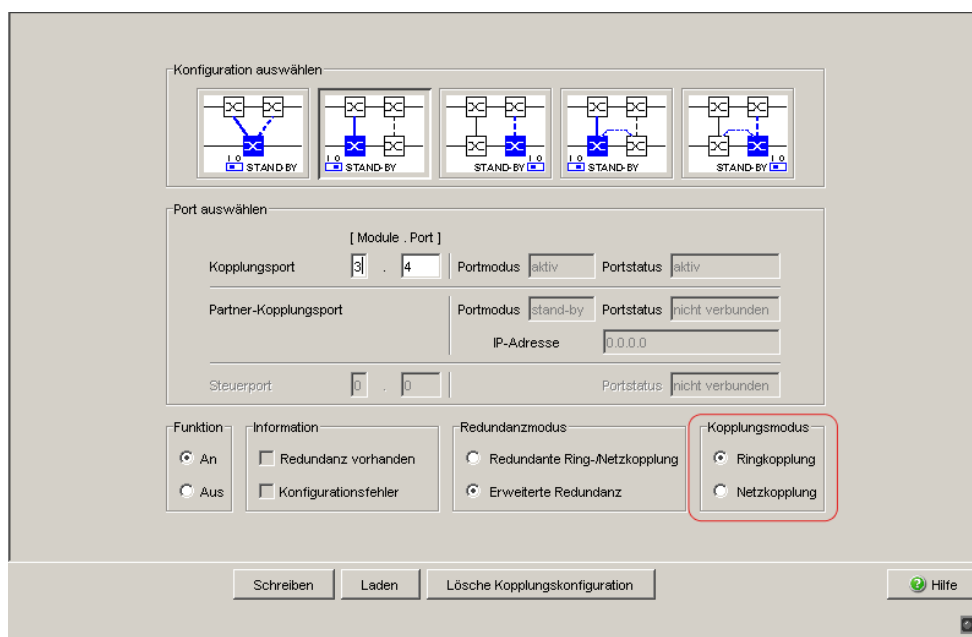

Abb. 35: Zwei-Switch-Kopplung: Kopplungsmodus auswählen
- Wählen Sie im Rahmen „Kopplungsmodus“ (siehe Abbildung 35)